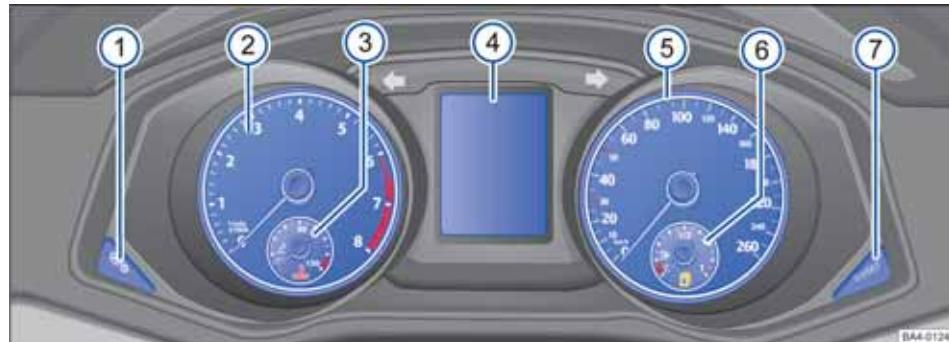

图 9 仪表概览
关于仪表的解释 ⇒ 图 9：
- ① 用于组合仪表内时钟或模拟时钟的调节按钮。
- 若要继续调整，可按压按钮 **[0.0 / SET]** ⇒ 图 9⑦。按住按钮，可快速调整。
- ② 转速表。
- ③ 发动机冷却液温度表 **上** ⇒ 第 240 页。
- ④ 信息显示屏 ⇒ 第 26 页。
- ⑤ 车速表。
- ⑥ 燃油存量表 ⇒ 第 228 页。
- ⑦ 复位按钮用于短距离行驶里程表显示（trip）。
视汽车装备而定，在显示屏⇒图 9 ④中可以显示不同的信息：